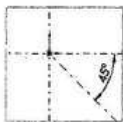

图 2-19 绘制中心线
(1) 单击标准工具栏中的 (新建) 工具, 新建一个文件。
(2) 在特征管理器设计树中选择“前视基准面”, 单击 (草图绘制) 工具进行草图 1 的绘制。接着单击草图工具栏中的 (中心线) 工具, 过草图圆点分别绘制出如图 2-19 所示的中心线, 并单击 (智能尺寸) 工具标注中心线之间的角度。